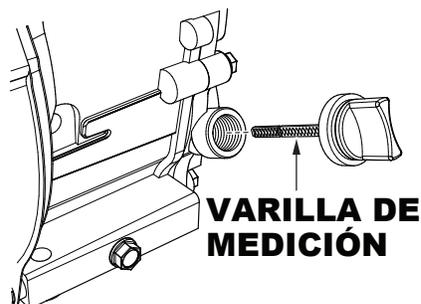

Figura 19. Varilla del nivel de aceite del motor
2. Saque la varilla de medición de nivel (Figura 19) del orificio del tubo de llenado de aceite del motor y límpielo